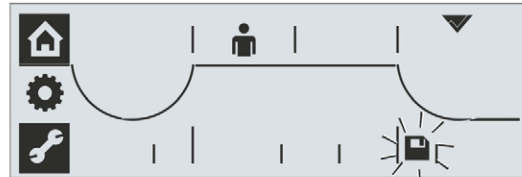

图9：保存末端位置的图标
11. 选择保存图标：旋转操作按钮直至保存图标开始闪烁，如图9所示。